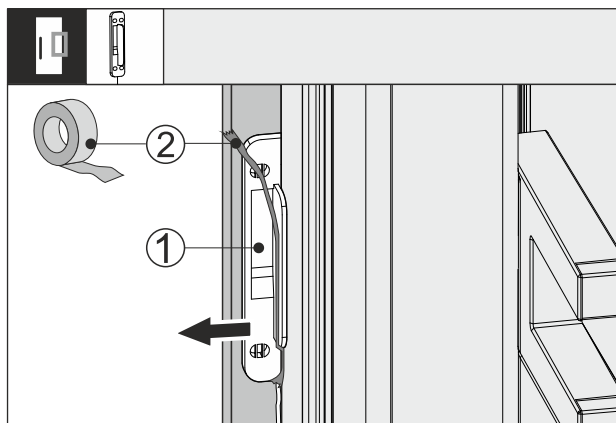

Fig. 64
- ▶ Odstranite lepilni trak Fig. 64 (2) s senzora trkanja Fig. 64 (1).